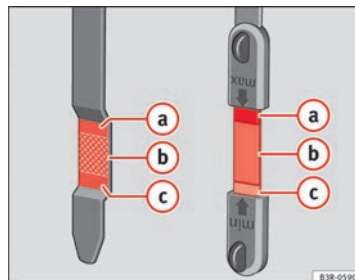

Fig. 181 Zonas marcadas en la varilla de medición de aceite
- A continuación, vuelva a extraerla y compruebe el nivel de aceite ⇒ fig. 181. En caso necesario, reponga aceite del motor ⇒ página 248.